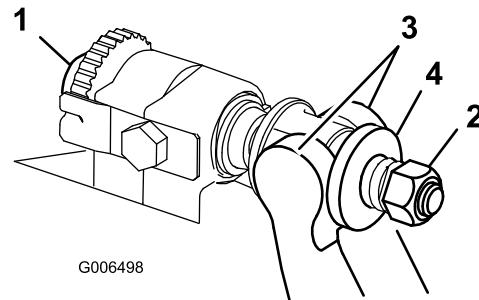

Bild 1
2. Drehen Sie die Einstellschrauben des Untermesserträgers nach links, um den Abstand zwischen Untermesser und Spindel zu vergrößern (Bild 1).
3. Drehen Sie die Federspannungsmutter so weit hinaus, bis die Scheibe nicht mehr gegen den Untermesserträger angespannt ist (Bild 1).